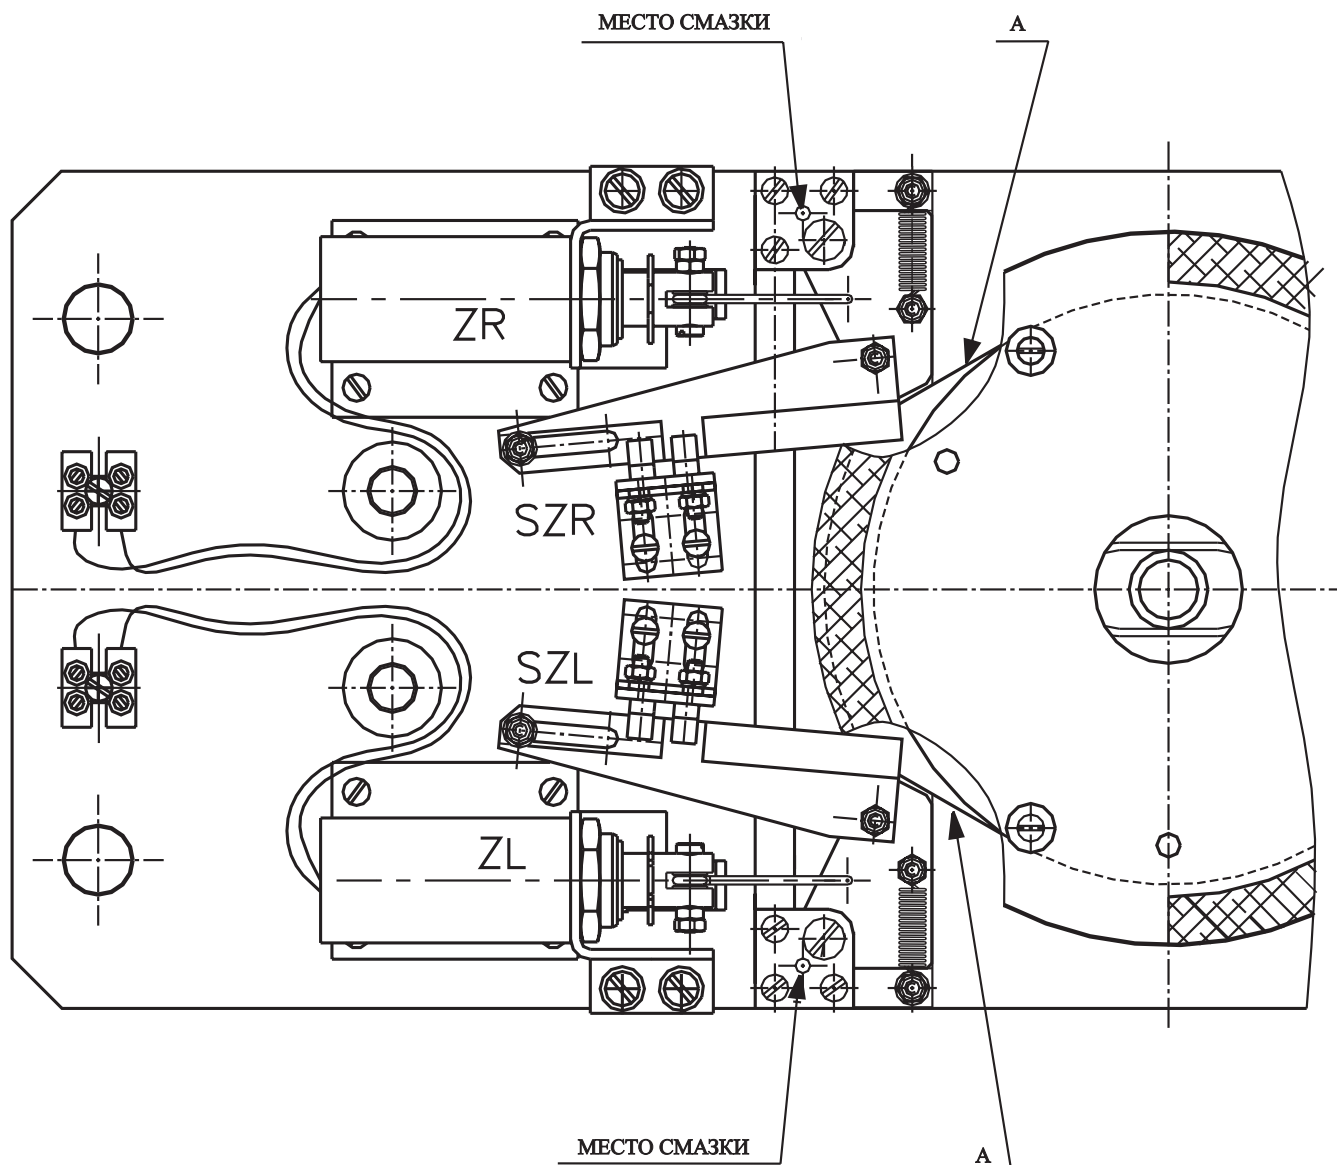

Рис. 14. Механизм исполнительный
- смажьте маслом машинным типа И-20 стопорные шпонки и контактные поверхности А (см. рис. 14).